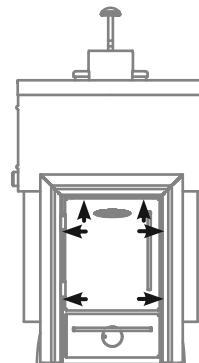

Рисунок 9. Место установки саморезов
- 1) открутить саморезы 6 шт., которыми прикрепляется дверка с рамкой к топливному каналу и снять ее (см. рисунок 9);